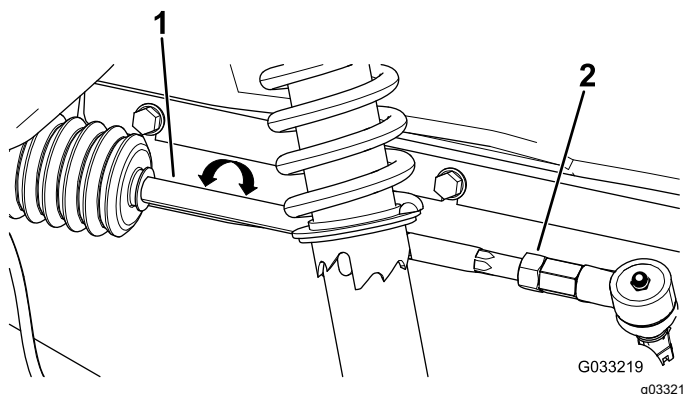

Figure 102
1. Desserrez les écrous de blocage à l'extrémité extérieure des biellettes (Figure 102).